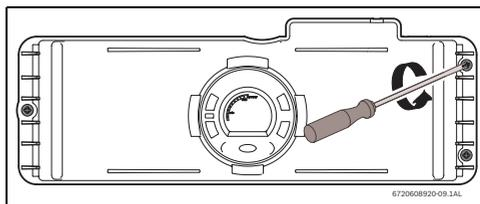
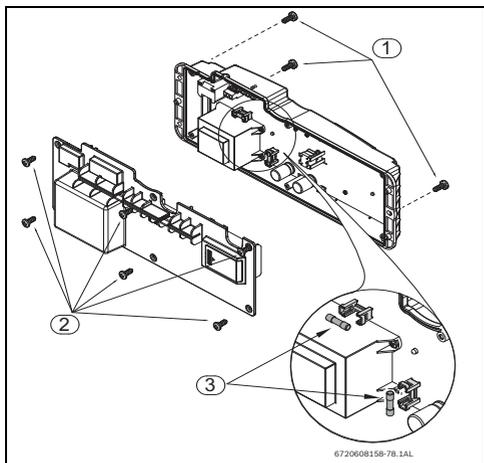

Рис. 38
Рис. 39 Расположение предохранителей
- ▶ отпустите три винта на блоке управления (Рис. 38 и Рис. 39 , поз. 1).
- ▶ Отпустите шесть винтов на задней крышке блока управления, Рис. 39 , поз. 2.
- ▶ Проверьте предохранители на печатной плате, см. Рис. 39 , поз. 3.
- ▶ После проверки предохранителей установите все детали на место в обратном порядке (Рис. 39 , поз. 3).